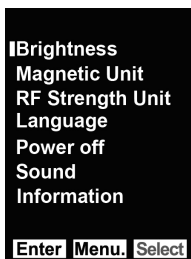

Figura 4 – Schermata delle opzioni del menu principale
6. Dalla schermata del menu principale (Figura 4), il tasto MENU può essere utilizzato per uscire dal menu principale.